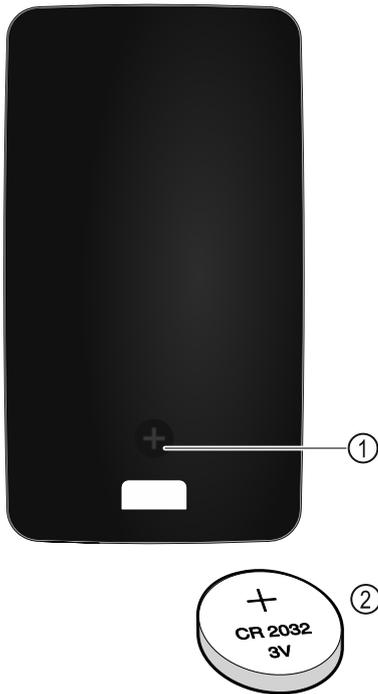

Fig. 149
Il telecomando è alimentato da una batteria CR 2032 da 3V Fig. 149 (2), disponibile presso i rivenditori specializzati.
- ▶ Svitare la vite Fig. 149 (1) sul retro del telecomando.